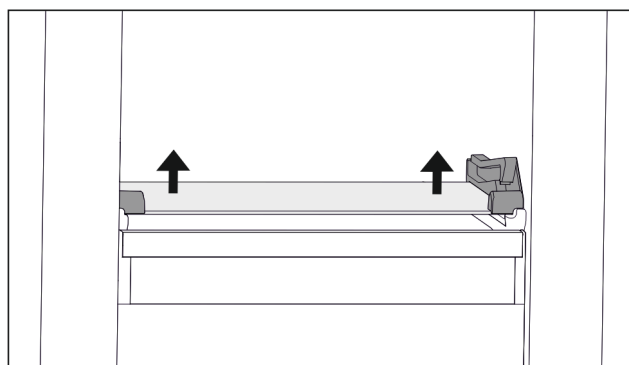

Fig. 70 Skleněná deska odklápěcí zásuvky
- ▶ Vytlačte skleněnou desku zdola na obou stranách nahoru. (viz Fig. 70)